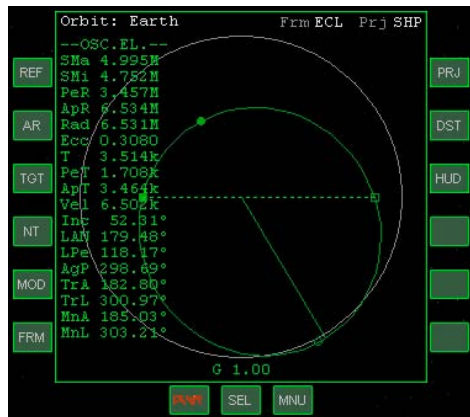

Figure 10
- A ce moment, votre orbite sera plutôt elliptique, dont la plus grande partie sera **sous** la surface de la Terre. (voir fig.10). Cela veut dire que vous êtes encore sur une trajectoire balistique et non pas sur une orbite stable. Tant que vous augmenterez votre vitesse tangentielle, l'orbite va s'étendre. Une fois que la courbe verte a totalement dépassé la surface de la planète (et suffisamment au dessus de la limite haute de l'atmosphère), vous serez en orbite.